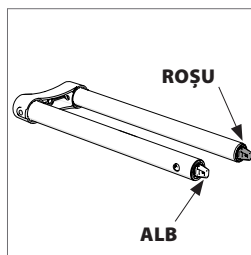

Fig. 1b
- Plăcile culisante. **(Fig. 1b)**